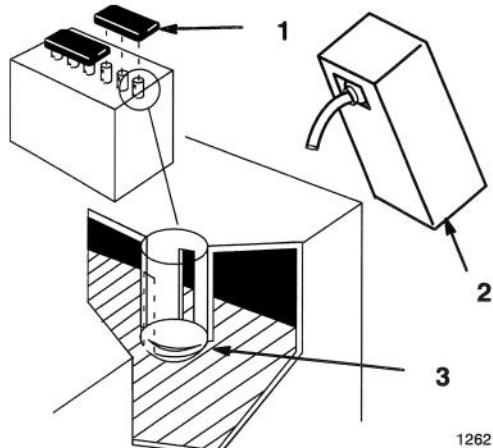

Figure 3
2. Enlever les bouchons de remplissage de la batterie et remplir lentement chaque élément jusqu'à ce que l'électrolyte arrive au bas du goulot (Fig. 3).
5. Rajouter lentement de l'électrolyte dans chaque élément jusqu'à ce que le niveau arrive au bas du goulot (Fig. 3) puis replacer les bouchons.